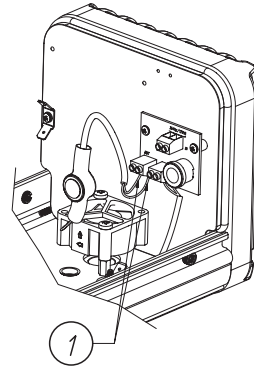
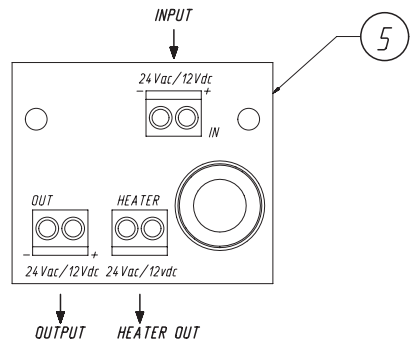

Abb. 2
Abb. 3
- Nun läßt sich das zuvor befestigte (Abb. 2) Ventilator-kabel plus Thermostat (1) an die Klemme der Trägerschaltung (5) anschließen, die sich auf der hinteren Abdeckplatte des Gehäuses befindet (Abb. 3).